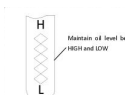

Рис. 33
4. Открутите и снимите крышку заливной горловины с трубки заливной горловины. Обратите внимание на уровень масла, если показания масла на щупе ниже отметки «L», медленно добавляйте масло до уровня «H», (Рис. 33).